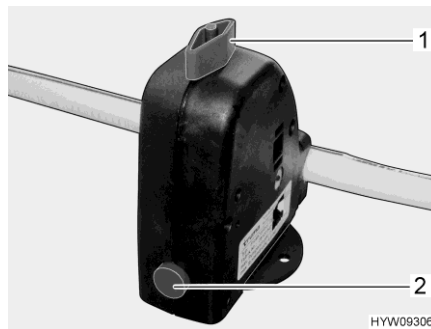

Fig. 109 Válvula de seguridad/purga (caldera)
La caldera está equipada con una válvula de seguridad/purga (Fig. 109). La válvula de seguridad/purga evita que el agua de la caldera se congele cuando no esté conectada la calefacción en caso de helada.
- Cerrar la válvula de seguridad/purga. Para ello, girar el botón giratorio (Fig. 109,1) a la posición transversal en referencia a la válvula de seguridad/purga y hundir el botón (Fig. 109,2).
- Abrir la válvula de seguridad/purga. Para ello, girar el botón giratorio (Fig. 109,1) a la posición longitudinal en referencia a la válvula de seguridad/purga. El botón (Fig. 109,2) salta hacia fuera. La caldera se vacía hacia fuera a través de la válvula de seguridad/purga.